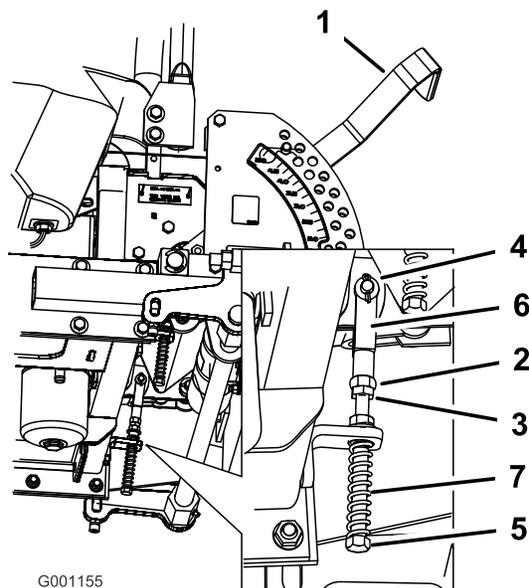

Figura 97
8. Se occorre regolare, allentate il dado e il controdado contro la forcella (Figura 97).
9. Premendo leggermente indietro la leva di controllo del movimento, girate la testa del bullone di regolazione nella direzione opportuna finché la leva di controllo non si trova al centro, in posizione di BLOCCO IN FOLLE (Figura 97).
10. Serrate il dado e il controdado (Figura 97).